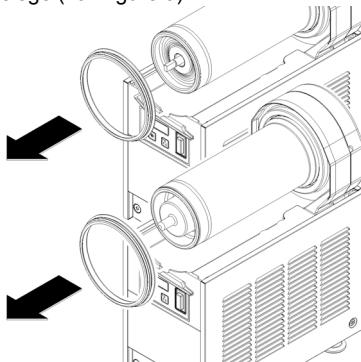

figure 9
- 4** Enlever le joint d'étanchéité du réservoir de son siège (voir figure 9).